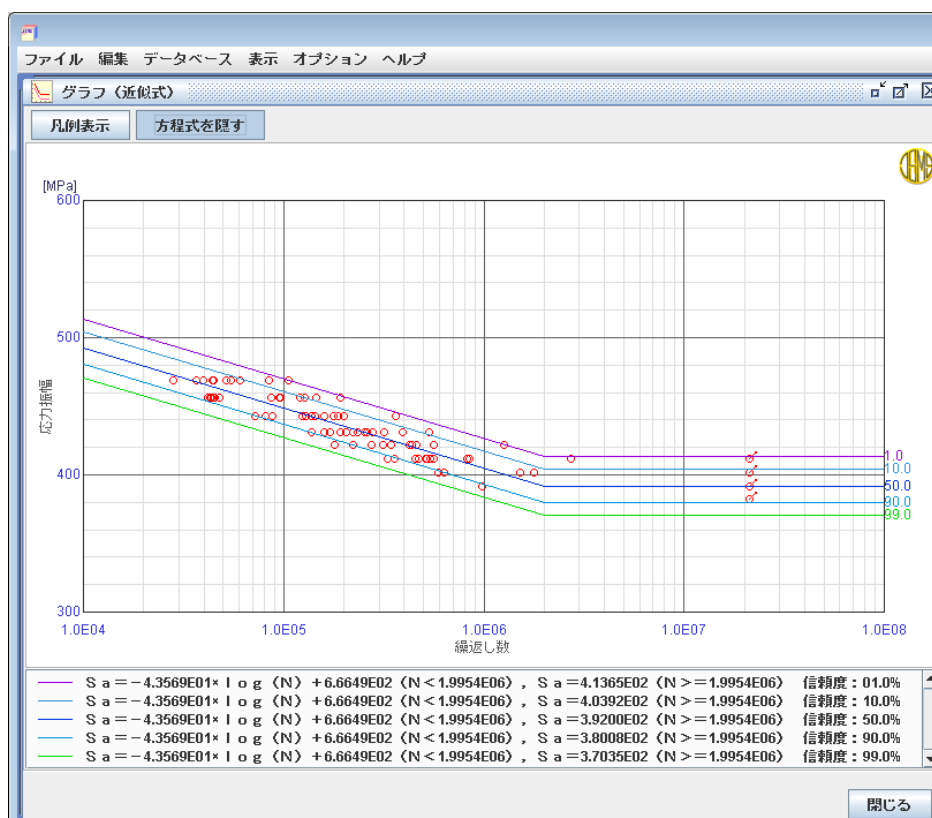

図 14 回帰曲線のグラフ表示 (近似式あり)
- グラフウィンドウ上部の「方程式表示」ボタンをクリックすると、グラフ下部に近似式を表示することができます。(図 14)